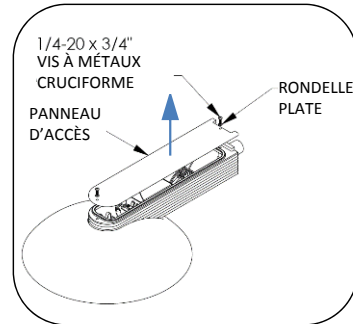

Fig. 4 – Retirer panneau d'accès
5. Retirer le panneau d'accès sur le bras du luminaire comme l'indique la Fig. 4. Retenir les vis et les rondelles.